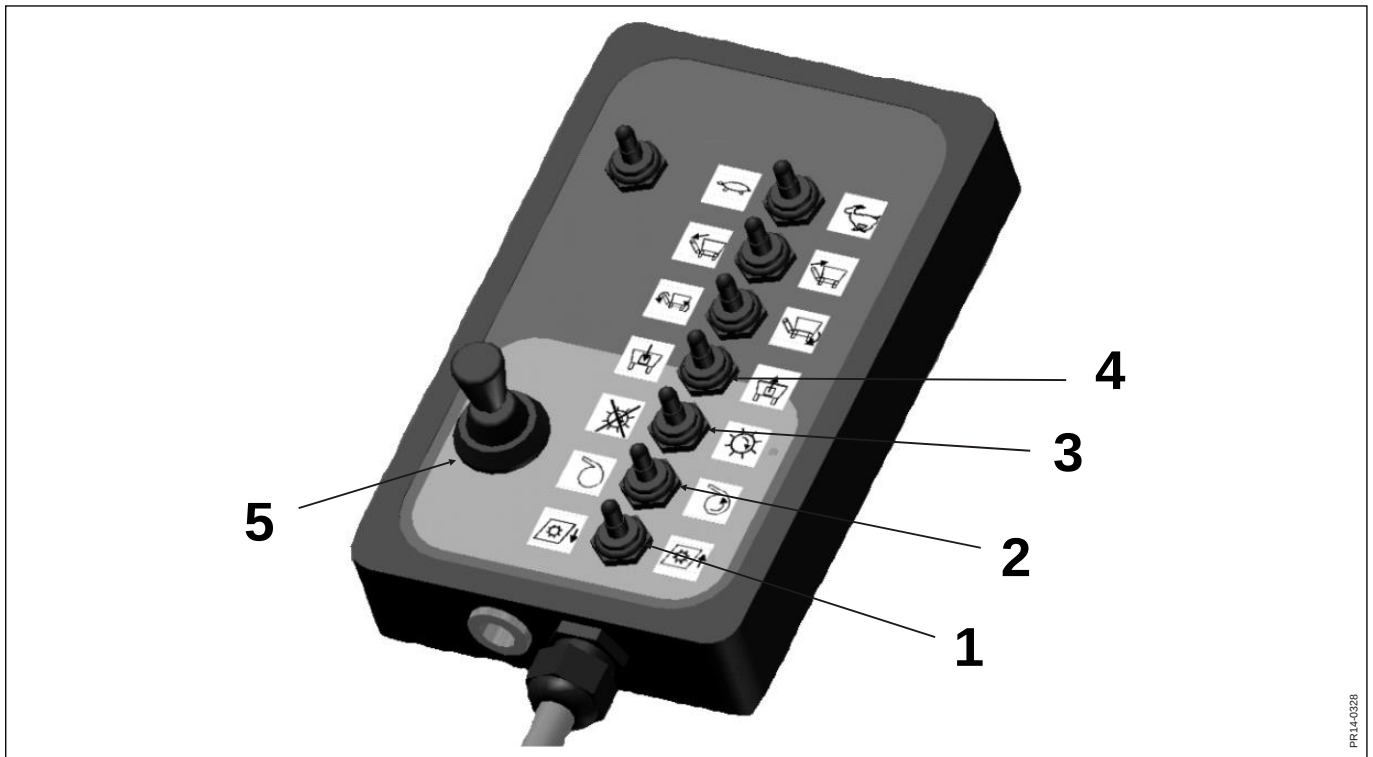

Abb. 2-6
Abb. 2-6 Vor der Einfüllung von Futter immer sicherstellen, dass die Frontklappe geschlossen ist. Sie wird geschlossen, indem der Kippschalter (4) nach links gedrückt wird.
1) Das Strohgebläse wird abgeschaltet, indem der Schalter (2) nach links gedrückt wird.